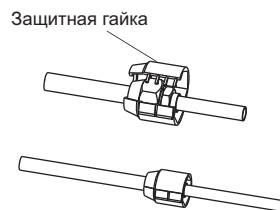

Рис. 5-5
- Защитная гайка является одноразовой деталью, ее запрещено использовать повторно. В случае съема гайки ее необходимо заменить на новую (см. Рис. 5-5)